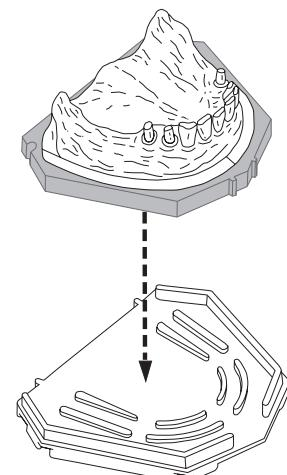

Abb. 2
8. Drehen Sie die Basisplatte in die Auswurfposition und werfen Sie das Modell aus, indem Sie Accu-Trac vorsichtig und mit gleichmäßigem Druck zur Basisplatte drücken, um einen Bruch des Modells zu vermeiden (Abb. 2).